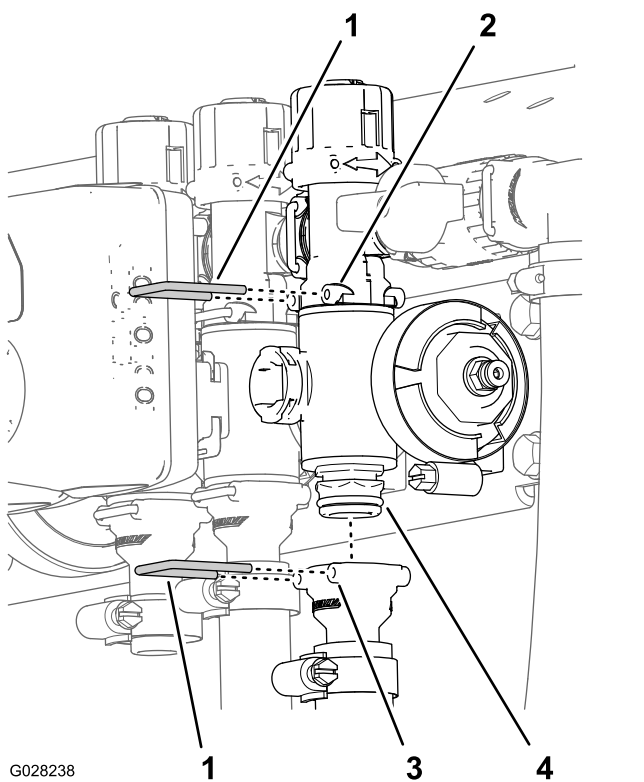

Рисунок 74
2. Снимите держатели, которые крепят выпускной штуцер к коллектору клапана секции и коллектор клапана к перепускному штуцеру (Рисунок 74).